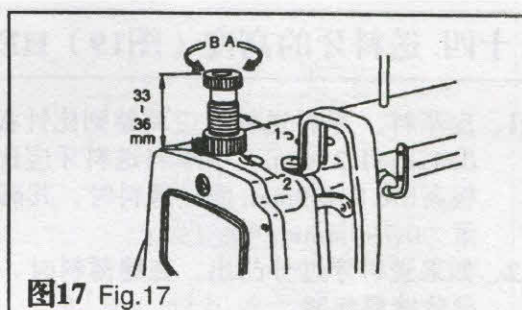

图17 Fig.17
- 1) Чтобы остановить машину при верхнем положении прижимной лапки, поверните рычаг (1) в направлении (А). Лапка поднимется приблизительно на 5,5мм и остановится.
14. Давление лапки (Fig. 17)